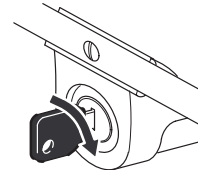

Figure 11
- **Démarrage électrique** (modèle à démarreur électrique seulement)—Insérez la clé dans le commutateur d'allumage, tournez-la vers la droite et relâchez-la lorsque le moteur démarre (Fig. 11).